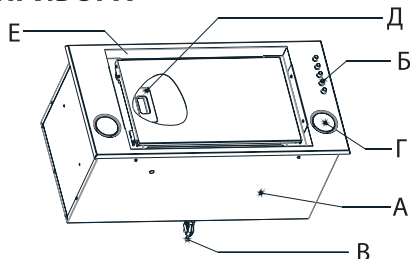

Рис. 1
2) Рециркуляции (рис. 2b) - внутренняя циркуляция воздуха с использованием угольного фильтра (рис. 1).